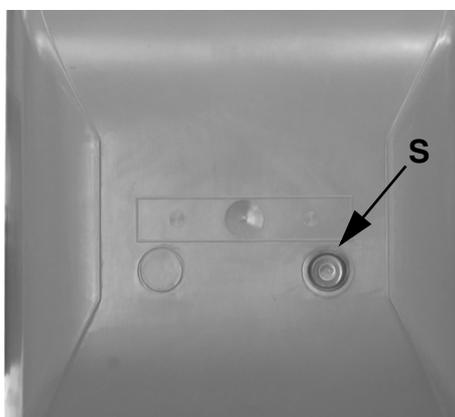

Fig. 37
- Controllare che l'apparecchiatura non sia in blocco, eventualmente sbloccarla agendo sul pulsante di sblocco **S** sul cofano del bruciatore (Fig. 37).
| S | Pulsante di sblocco (Fig. 37)                                 |